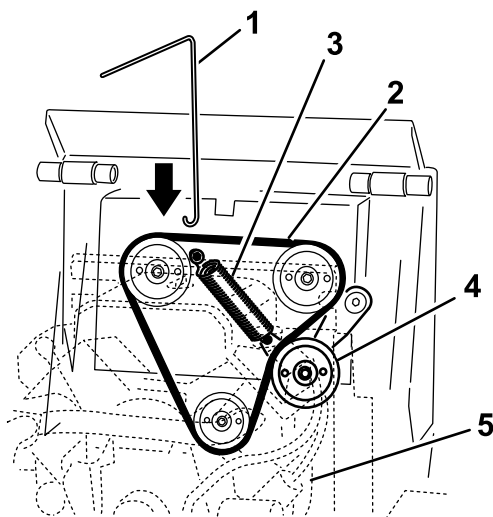

Figura 45
3. Conecte el gancho de la Herramienta para la Retirada de Muelles al gancho del muelle de la polea tensora, y desenganche el muelle del espárrago según se muestra en Figura 45.